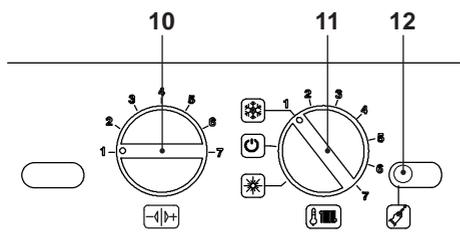

Figura 5.9
daia posizionare la manopola 11 come indicato in Figura 5.9.
- Per settare il funzionamento della modalità Antilegionella, bisogna entrare in programmazione tenendo premuto per 15 secondi il pulsante di ripristino 12 in Figura 5.9 sino alla comparsa del parametro **P01** sul display LCD; sul display LCD compare la seguente visualizzazione (alla sequenza **P01** si alterna --- --).
- Premere il pulsante di ripristino 12 in Figura 5.9 per lo scorrimento dei vari parametri sino al raggiungimento del parametro **P17** valido per il settaggio della funzione Antilegionella; sul display LCD compare la seguente visualizzazione (alla sequenza **P17** si alterna **01**).